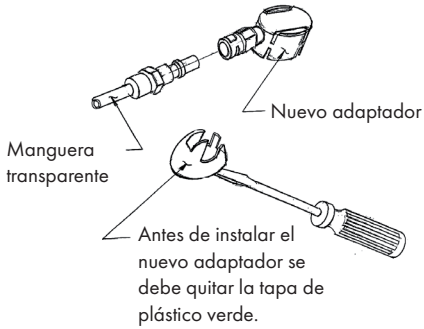

Figura 16
1. Retire el adaptador suministrado con el barril fresco y deséchelo de forma respetuosa con el medio ambiente (véase la figura 16).